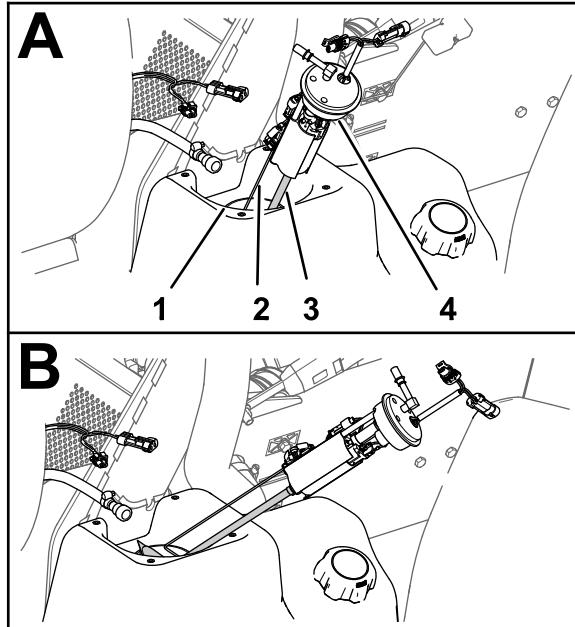
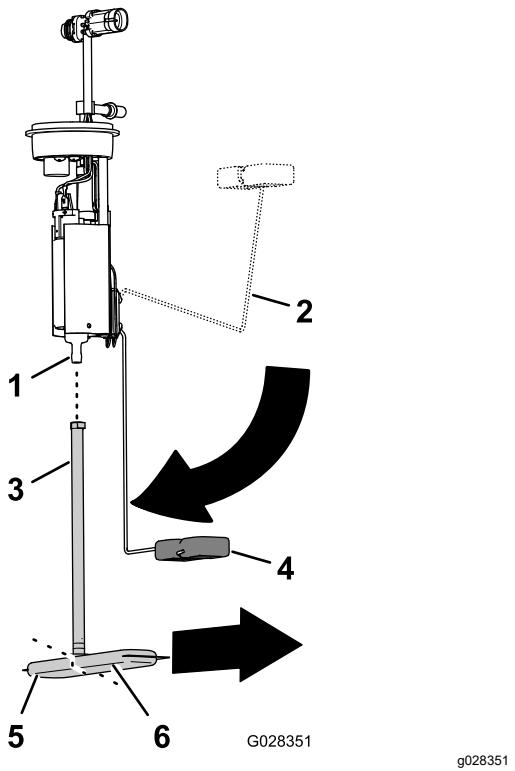

図 87
図 88
4. 燃料ポンプ / センダーユニットを回しながら慎重に燃料タンクの首から外す図 87。
1. 燃料ポンプのフィッティングから燃料フィルタのピックアップチューブを外す図 88。
2. 新しい燃料フィルタのピックアップチューブを、燃料ポンプのフィッティングに合わせる図 88。
3. 燃料フィルタの長い方の脚を、フロートのアームが「残量ゼロ」位置の時のフロートに合わせる図 88。
4. 燃料ポンプのフィッティングをピックアップチューブの一番奥まで入れる図 88。
1. フロートのアームとピックアップチューブを支えながら、フロートと燃料フィルタを燃料タンク内に入れる図 87。
2. 燃料ポンプ / センダーウニットを、燃料タンク内部に入れる図 87と図 88。
3. 燃料ポンプ / センダーウニットおよび燃料タンクの首にシールとナットを取り付け、ナットを十分に締め付ける図 87。
4. 燃料ポンプのフィッティングに燃料ホースのカップリングを接続する図 87。
5. 燃料ポンプ / センダーウニットの2ピンコネクタを、車両用のワイヤハーネスの2ソケットコネクタに接続し燃料ポンプ / センダーウニットの2ソケットコネクタを、車両用のワイヤハーネスの2ピンコネクタに接続する図 87。